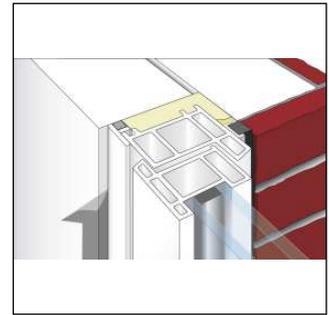
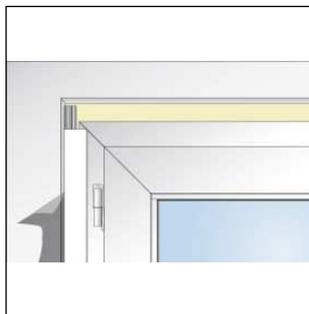

Bild2: Durch Abreißen der PP-Folie an der TR510 öffnet sich im Inneren die Folienkammer des komprimierten Dichtbandes.
Bild3: Das Fugen-Dichtband kann dekomprimieren und dichtet somit die Fuge zwischen Mauerwerk und Fenster ab.
- Durch das Abtrennen der überstehenden Folie mittels Reißfaden (Bild 2) wird das ein gebaute, komprimierte Dichtband aktiviert und die Folie mit gleichmäßigem Druck an den Baukörper gedrückt (Bild 3).